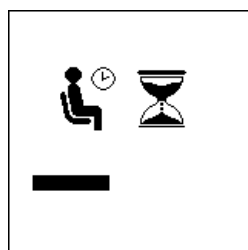

Fig.28
6. Una volta raggiunto il valore di CCA stabilito, premere il tasto di conferma ◀: il test avrà così inizio e la schermata cambierà come da Fig.28 sotto.